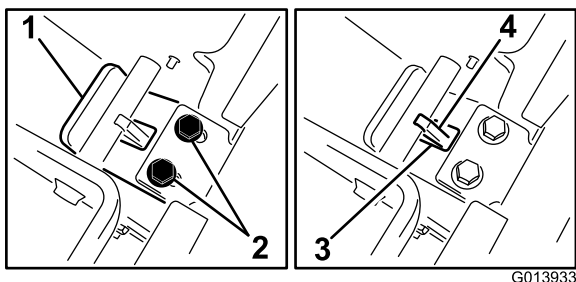

Рисунок 15
2. Нажимая на опорную пластину, сдвиньте планку на себя так, чтобы кромка пластины коснулась поперечины (Рисунок 15).